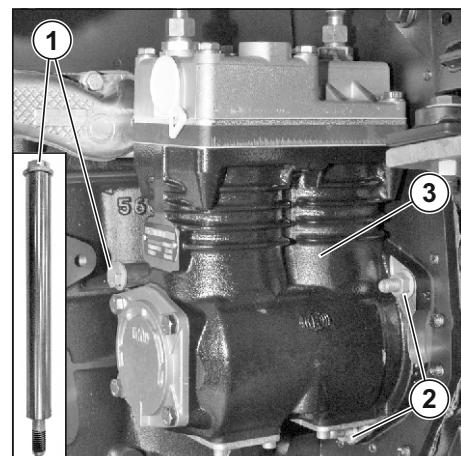

Рис. 33. Снятие компрессора воздушного.
**3.24. Снятие компрессора воздушного.** (см. Рис. 33)